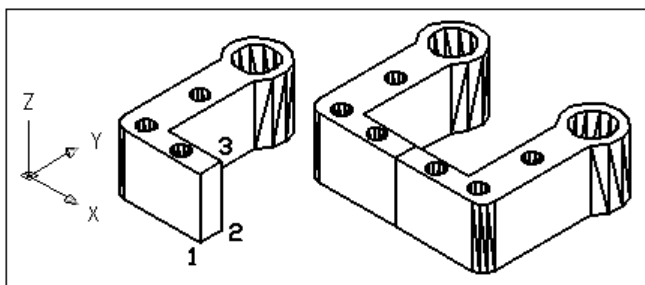

Рис. 6.4. Исходный объект и результат его отражения относительно торцевой плоскости
4. На запрос программы в командной строке нажать клавишу <Enter> для сохранения отражаемого объекта или ввести сначала Yes (Да) для его удаления (результат показан на рис. 6.4).